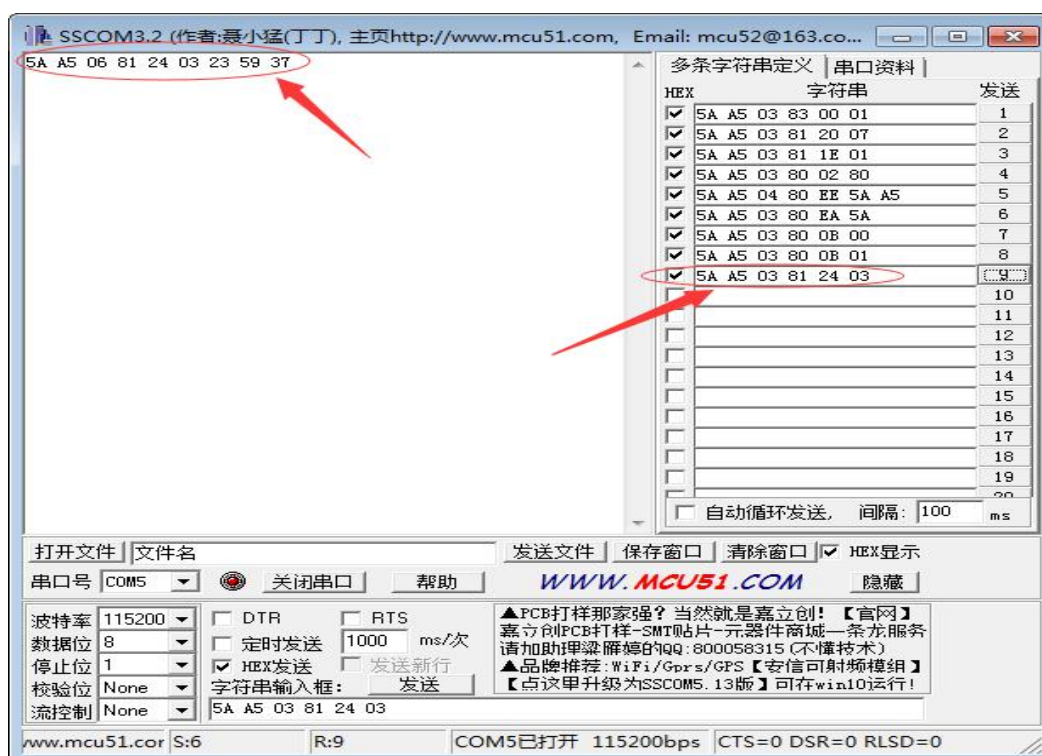

图 4.1 串口通信检测
**Step1:** 按照上述方法正确接线，打开 SSCOM3.2 串口调试助手，设置波特率等参数如图 4.1 所示（其中串口号请根据实际连接电脑的端口来选择）。